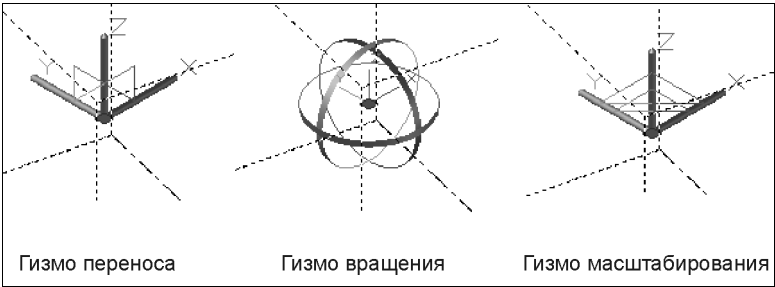

Рис. 6.4. Гизмо переноса, вращения и масштабирования, появляющиеся после выбора объектов
Имеются три типа гизмо (рис. 6.4):
Команда **3DMOVE** (3ДПЕРЕНЕСТИ) применяется для перемещения объектов в пространстве в направлении осей *x*, *y*, *z* текущей ПСК или динамической системы координат с помощью гизмо переноса (см. рис. 6.4), которое появляется после выбора объектов. Последовательность выполняемых операций в обоих случаях совершенно одинаковая, за исключением того, что при использовании динамической системы координат ее нужно сначала активировать до вызова команды.
3. Завершите выбор объектов или их частей нажатием клавиши <Enter>. Появится гизмо в виде трех отрезков, параллельных осям координат, и трех прямоугольников, которые построены на этих отрезках (см. рис. 6.4).
Тело можно повернуть вокруг оси, параллельной осям x , y , z текущей ПСК, воспользовавшись гизмо вращения (см. рис. 6.4).
2. Выберите поворачиваемые объекты любым способом и завершите выбор объектов нажатием клавиши <Enter>. Появится гизмо поворота в виде трех взаимно перпендикулярных колец разного цвета и прямоугольной ручкой в их центре (см. рис. 6.4).
Гизмо масштабирования (см. рис. 6.4) позволяет изменять размеры выбранных объектов или их элементов вдоль выбранной оси и плоскости или однородно масштабировать объекты.